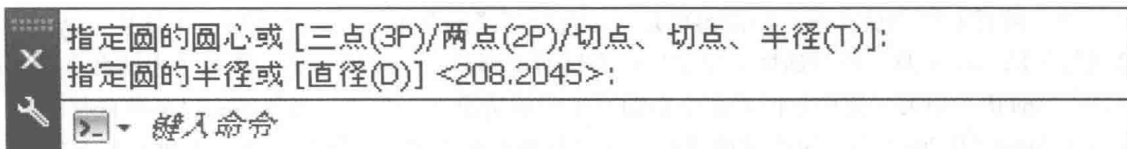

图 1-12 AutoCAD 2013 “命令行”窗口
(7) 熟悉命令行与文本窗口。“命令行”窗口位于绘图窗口的底部,用于接收输入的命令,并显示 AutoCAD 提示信息,在 AutoCAD 2013 中,“命令行”窗口可以拖动为浮动窗口,如图 1-12 所示。